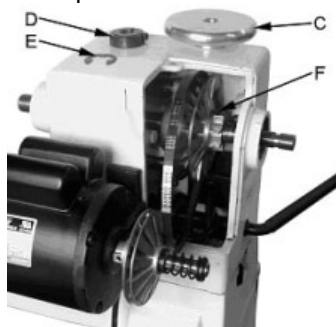

Рис.22
Снимите крышку ременной передачи (Е, рис.22), снимите ремень (F) с ременного шкива мотора.